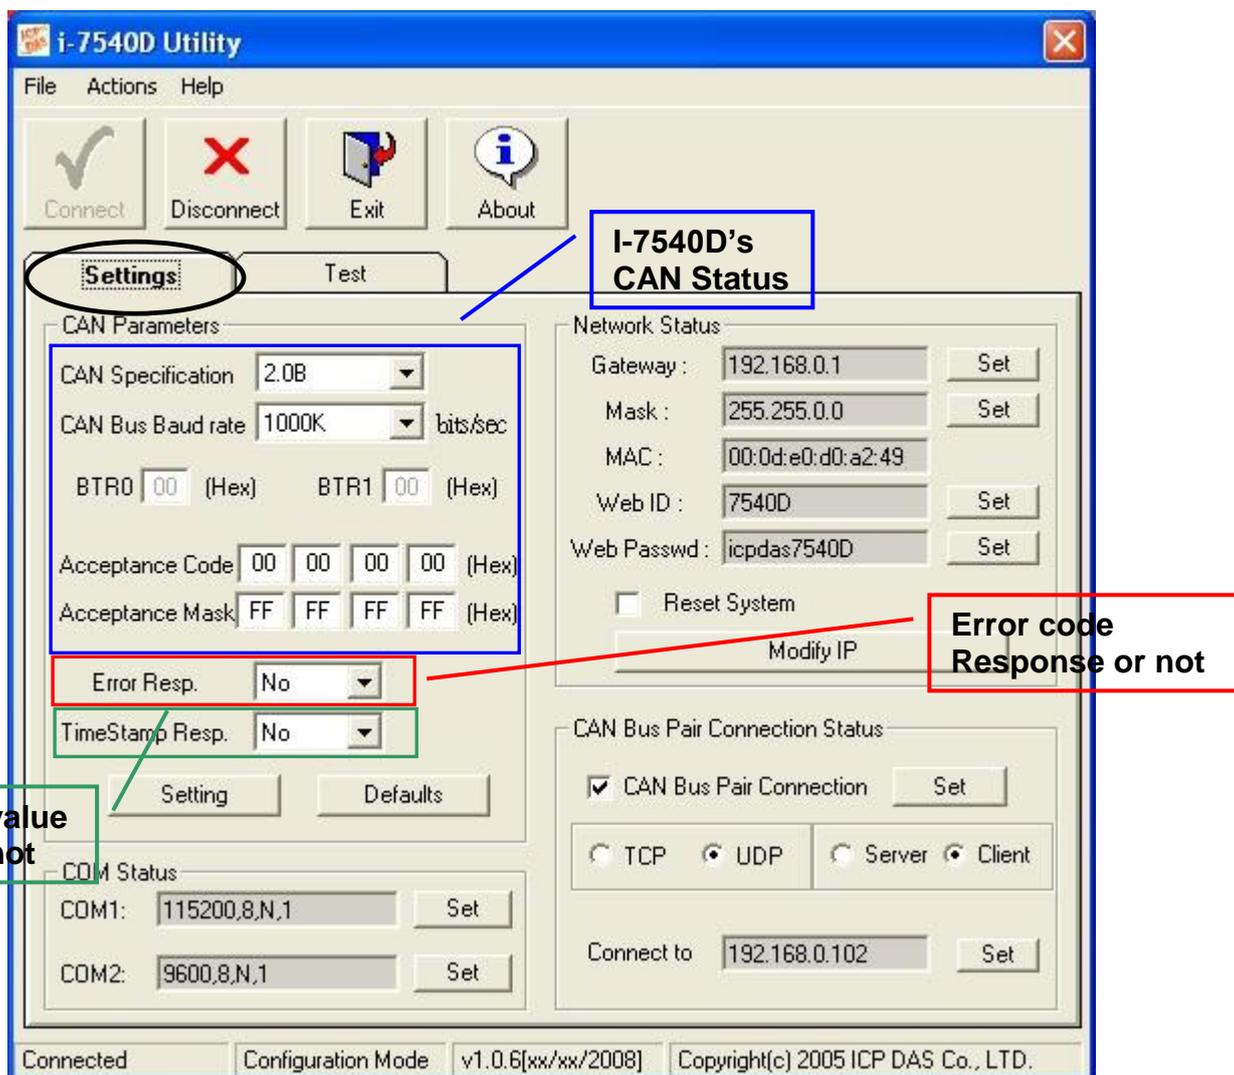

图 3-14: 链接至 I-7540D 的设定模式
5. 链接上 I-7540D 模块后，I-7540D 模块目前设定的各通讯参数也将显示在窗口画面上。图 3-14 显示 I-7540D 目前的通讯参数设定值：